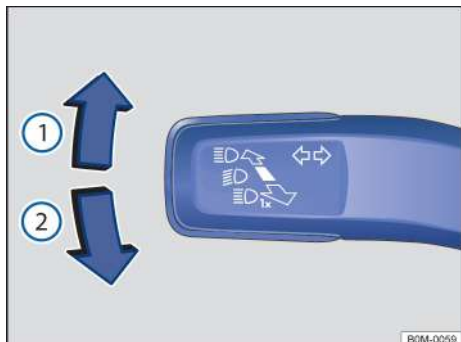

Рисунок 59. Слева от рулевой колонки: рычаг управления дальним светом указателями поворота/фарами
- Переместите рычаг указателя поворота и дальнего света фар →Рисунок 59 из середины в следующее положение:
① Включить правый указатель поворота →
② Включите левый указатель поворота ←